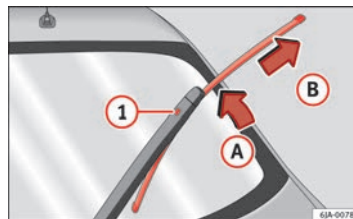

Abb. 67 Scheibenwischerblatt für Heckscheibe
- Klappen Sie den Scheibenwischerarm von der Scheibe ab, wobei Sie das Wischerblatt leicht in Richtung des Arms bewegen – Pfeil A ⇒ Abb. 67.